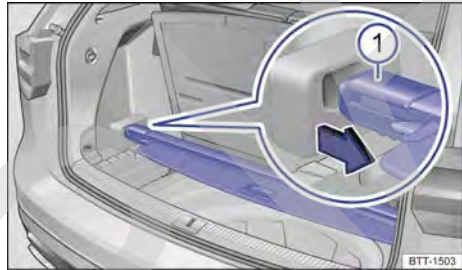

Fig. 188 Debajo del piso del maletero: guardar la cubierta del maletero.
- Coloque la cubierta del maletero en el soporte previsto a tal efecto → fig. 188.